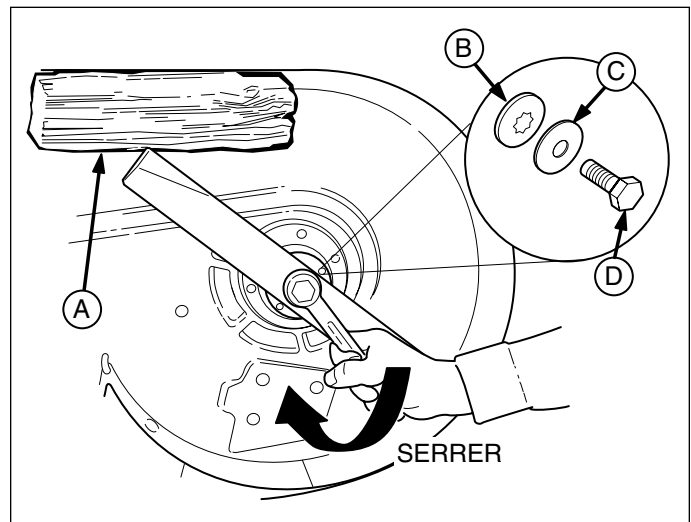

Figure 28. Installation de la lame
6. Remonter les lames avec les languettes dirigées vers le carter de la tondeuse, comme illustré à la figure 28. Les fixer avec un boulon (D, figure 28), une rondelle élastique (C) et une rondelle étoilée (B). Veiller à ce que les dents de la rondelle étoilée s'engagent sur les cannelures de l'arbre. Bloquer la lame avec une cale en bois pour l'empêcher de tourner et serrer les boulons à 61-75 N.m.